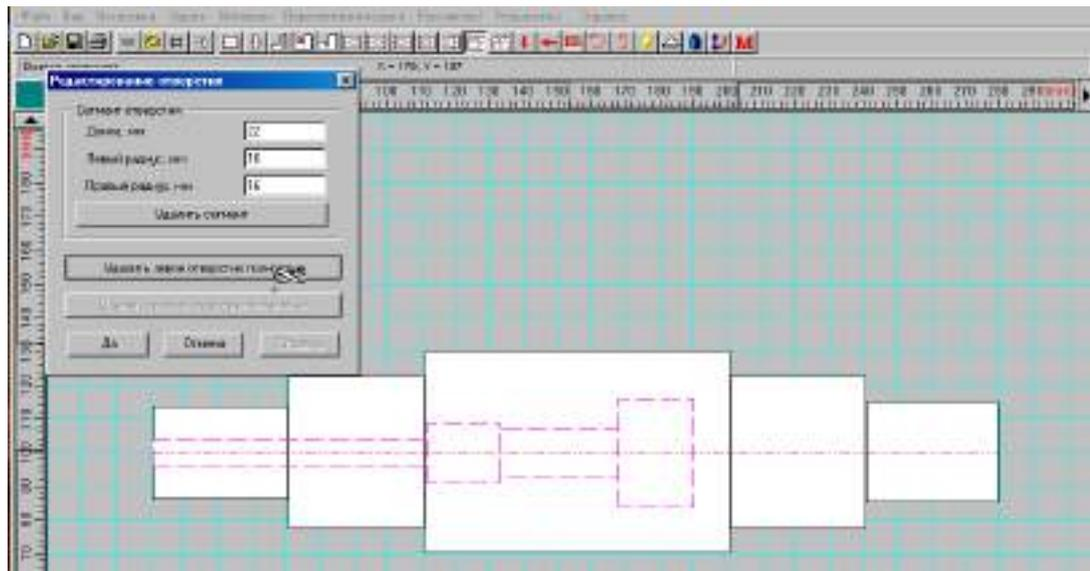

Рисунок 2.8
**Задание 4.** Удалите отверстия, щелкнув по последнему правой кнопкой мыши и выбрав опцию **Удалить левое отверстие полностью** (рисунок 2.8)